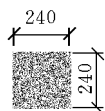

图 3.34
- ① 墙体是24墙,即墙厚240 mm;
- ② 柱子如图3.34所示,是一个填充的矩形;